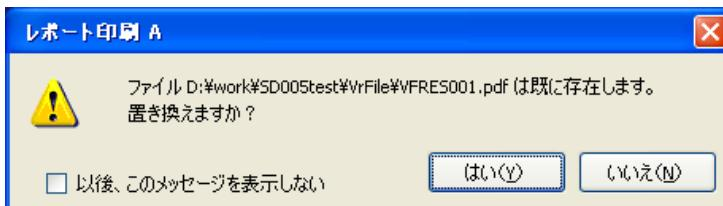

図 5-32 PDF の上書きメッセージ
- ⑥** 「レポート設定」ダイアログボックスの「OK」ボタンをクリックします。
- ⑦** ツールバーの「レポート印刷」ボタン横の▼をクリックして「A ファイル」、または「B ファイル」を選択するか、ファイルメニューから「レポート印刷」、▶を選択して「A ファイル」、または「B ファイル」を選びます。
- ⑧** すでにレポート印刷しているときには、図5-32のダイアログボックスが表示されます。レポートの PDF を上書きして良ければ、「はい」ボタンをクリックします。上書きしたくないときには、「いいえ」をクリックしてレポート印刷を終了してください。